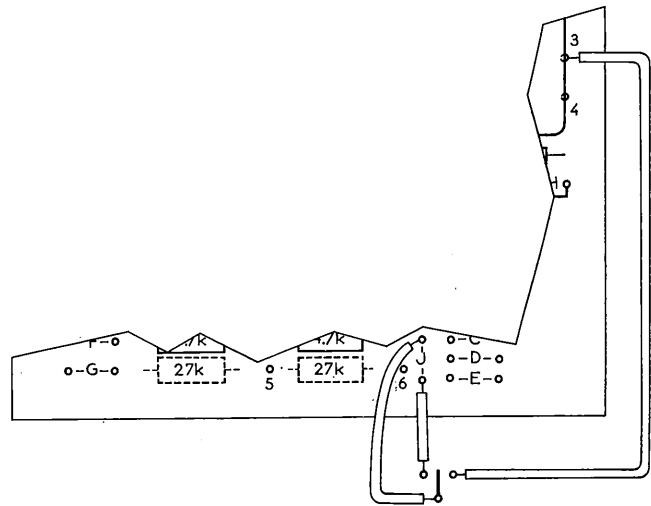

Fig. 10. — Connexion de l'inverseur d'extinction de l'affichage.
9) Le couple J, qui forme avec le point 3 un trio, doit être connecté à un inverseur (figure 10). On peut ainsi, en agissant sur cet inverseur, éteindre l'affichage sans pour autant arrêter les compteurs ; cela se révèle fort utile quand l'horloge est destinée à servir de réveil car, de nuit, les tubes répandent une lumière bleuâtre, beaucoup plus intense qu'on ne pourrait le croire, et somme toute plutôt gênante ; c'est pourquoi cette commande « d'extinction des feux » apparaît comme une fonction indispensable du réveil.